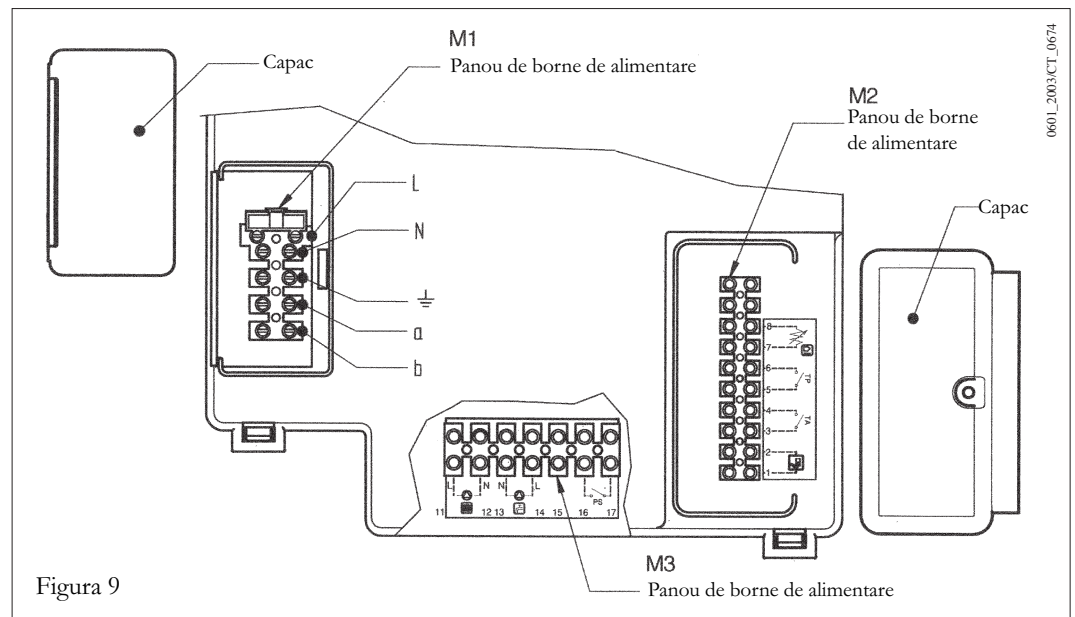

Figura 9
Rotiți spre partea de jos panoul de comandă și accedeți la bornele M2 destinate racordurilor electrice, îndepărtând cele două capace de protecție (a se vedea figura 9).
Regulatorul climatic SIEMENS model **QAA73** (accesoriu la cerere) trebuie conectat la bornele 1-2 ale panoului de borne de alimentare **M2** din figura 9.
13.4 Racordarea sondei externe Sonda externă SIEMENS model **QAC34** (accesoriu la cerere) trebuie conectată la bornele 7-8 de la panoul de borne M2 din figura 9. Modalitățile de setare a înclinării curbei climatice •kt• sunt diferite, în funcție de accesoriile racordate la centrală.